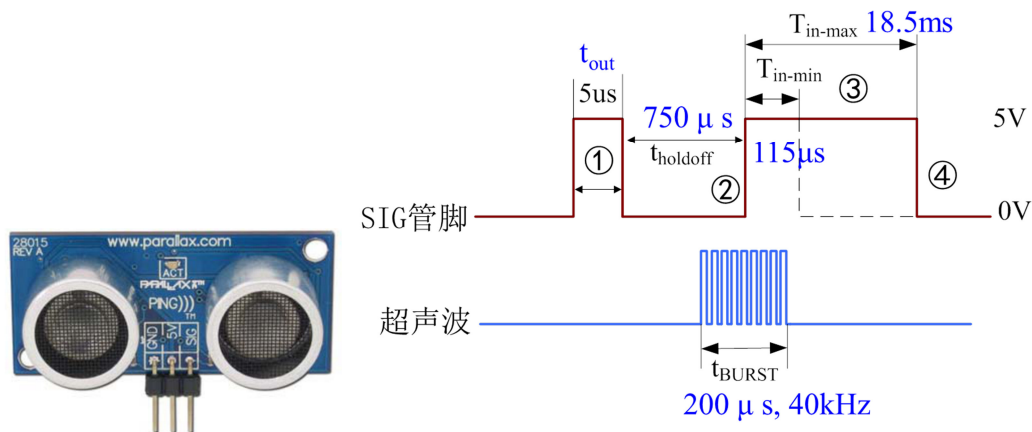

图 12 超声波测距模块和其工作时序
(2) 如果采用定时器 Timer 2 精确测量超声波传播的时间，请结合图 12 简述 PC0 管
（3）写出超声波测距的计算公式，并根据图 12 中标示的参数，计算该超声波模块所能测量的最小和最大距离（提示：声音在空气中的速度按 340m/s 计算）。（4分）